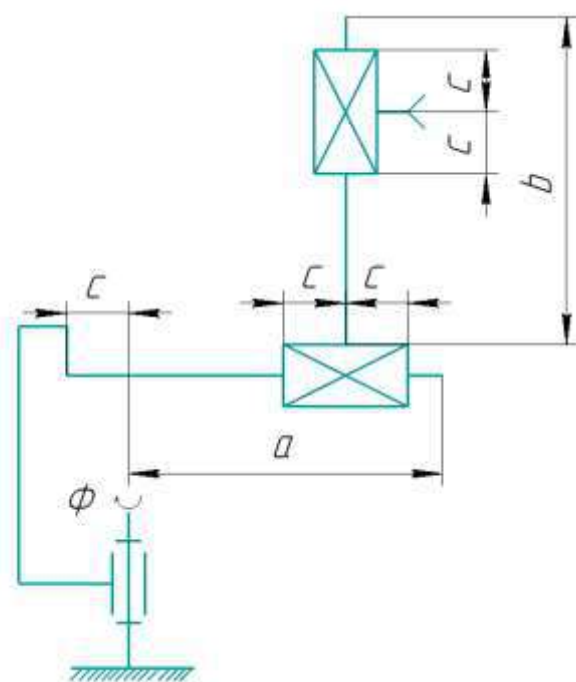

Рисунок 2. Кинематическая схема №1.
6.4. Рассмотрите предложенную кинематическую схему №1 (рис. 2).